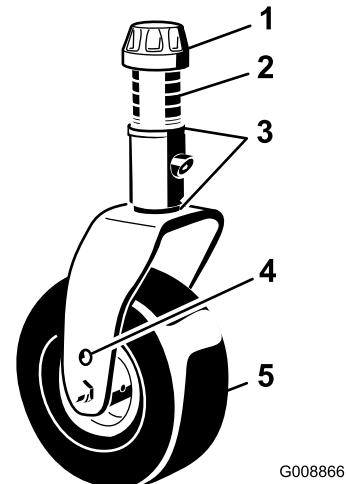
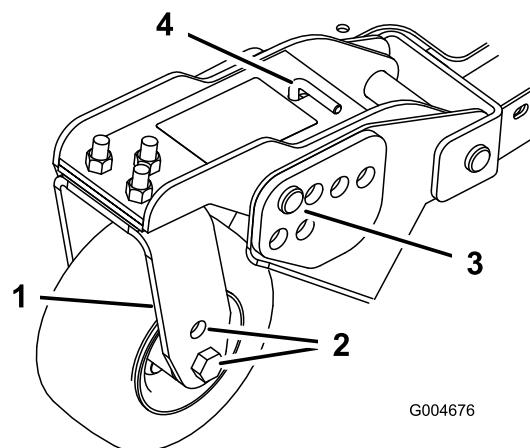
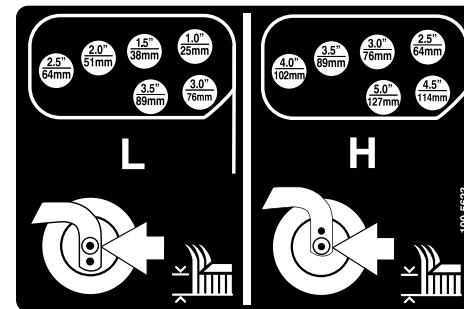

Figura 21
Figura 23
Figura 24
- Coloque los ejes de las ruedas giratorias en el mismo taladro en todas las horquillas (Figura 21 y Figura 23).
- Retire el casquillo tensor del eje y deslice el eje fuera del brazo de la rueda giratoria (Figura 21).
5. Retire la chaveta y los pasadores de los brazos de pivot de las ruedas giratorias (Figura 23).
6. Gire la varilla tensora para elevar o bajar el brazo de pivot hasta que los taladros estén alineados con los taladros seleccionados del soporte de ajuste de la altura de corte en el bastidor de la carcasa de corte (Figura 23 y Figura 24).